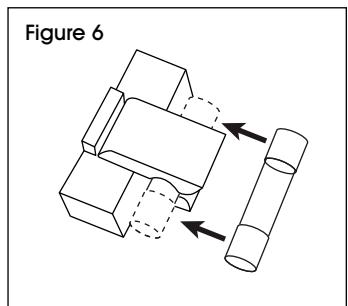

Figure 6
2. Retirez le fusible usé, puis insérez le nouveau fusible. (Voir Figure 6)